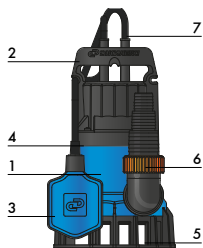

Рисунок 3
- Насос серии «ФЕКАЛЬНИК» (рисунок 3) предназначен для отвода сильно загряз­ненных вод с органическими включениями размером не более 32 мм.